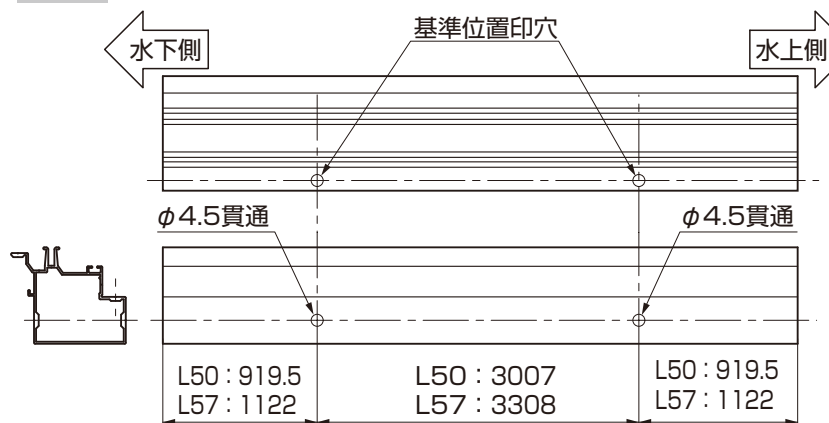

図4-1 端部アーチの下穴加工
①端部アーチにφ4.5の穴加工を行なってください。(図4-1参照)